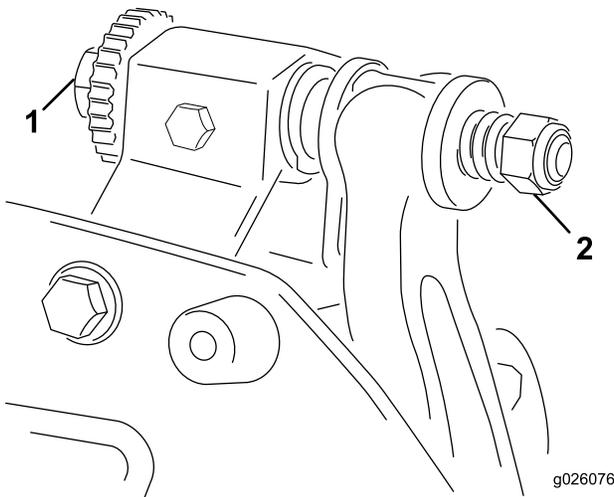

Bild 10
- Kippen Sie die Schneideinheit, um das Untermesser und die Spindel zugänglich zu machen. **Stellen Sie sicher, dass die Muttern hinten an den Einstellschrauben des Untermesserträgers nicht auf der Arbeitsfläche aufliegen (Bild 10).**